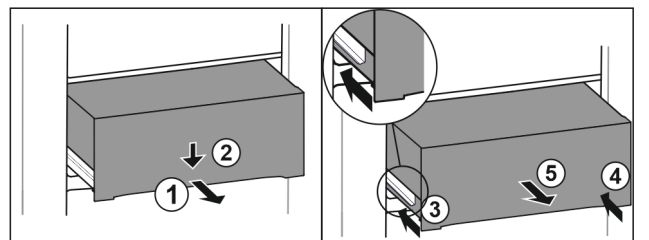

Fig. 176
- ▶ Schubfach halb herausziehen. Fig. 176 (1)
- ▶ Schubfach an der Vorderseite nach unten drücken. Fig. 176 (2)
- ▶ Linke Schiene etwa 2 cm einschieben. Fig. 176 (3)
- ▶ Rechte Schiene etwa 2 cm einschieben. Fig. 176 (4)
- ▶ Schubfach nach vorne entnehmen. Fig. 176 (5)